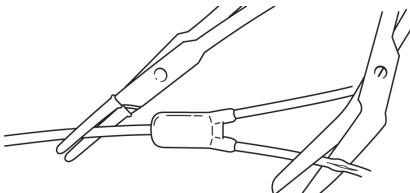

Fig. 11
2. Schneiden Sie den beschädigten Teil des Katheterschenkels ab und lassen Sie genug Schlauch übrig, um ihn reparieren zu können (Fig. 11).